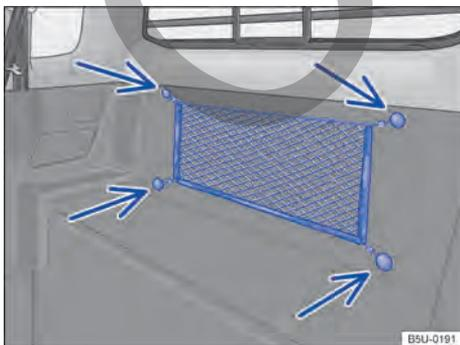

Fig. 171 En el compartimento interno de equipaje: red para cargas livianas.
- Sujetar los ojalos de la red en los fijadores → fig. 171 (flechas) existentes en el compartimento de equipaje.